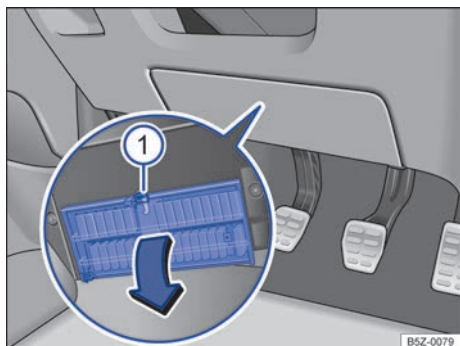

Fig. 166 En el lado del conductor debajo del panel de instrumentos: abra la cubierta de la caja de fusibles.
- **Abrir:** presione la palanca de bloqueo \Rightarrow fig. 166  hasta que se abra la cubierta.